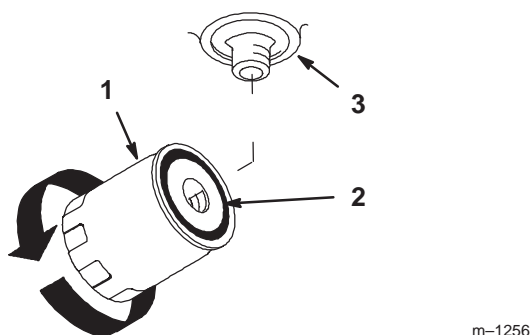

Figure 55
4. Appliquez une fine couche de liquide hydraulique sur le joint en caoutchouc du filtre de rechange (Fig. 55).
7. Quand le liquide déborde, tournez le filtre dans le sens horaire jusqu'à ce que le joint en caoutchouc touche l'adaptateur, puis donnez un demi-tour supplémentaire (Fig. 55).